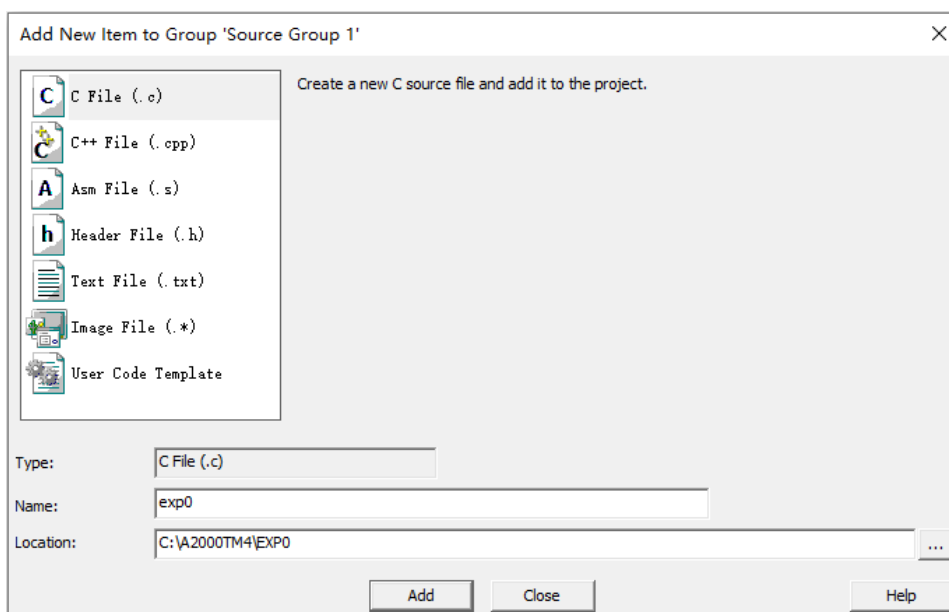

图 4 创建源文件 exp0.c
5. 单点 Source Group 1, 右键, 选择 Add New Item to Group "Source Group 1"如图 4 所示, 选择生成的文件类型为.c 文件, 在 Name 栏输入"exp0", 这样就生成一个源文件 exp0.c。编辑该文件并完成一个最简单的主函数如下: